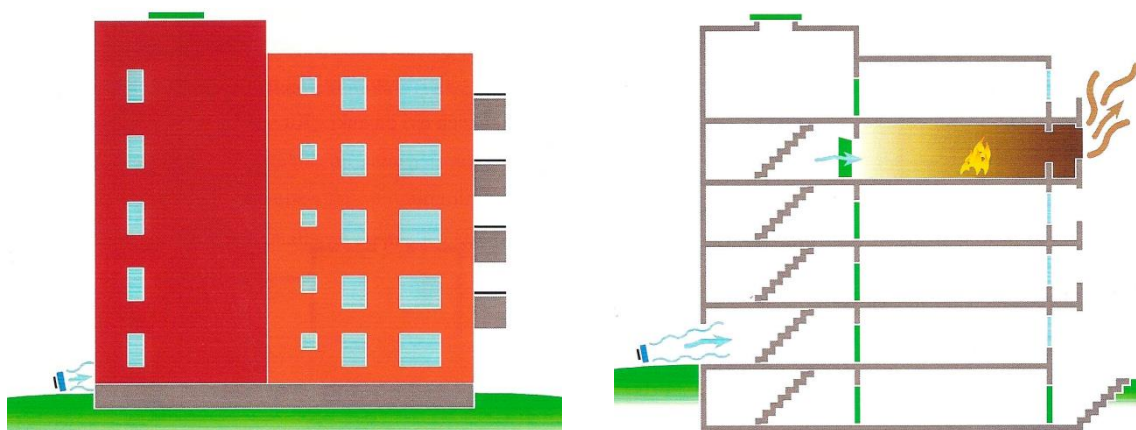

Figura 4. Ventilació de la vivenda afectada
- Si l'objectiu és evacuar a l'exterior tots els gasos de l'incendi, flames i calor, tal com es mostra en les figures següents, es procedirà a col·locar el ventilador en l'accés a l'edifici i, mantenint tota la resta tancada, es ventilarà només la vivenda afectada. Vegeu la figura 4.